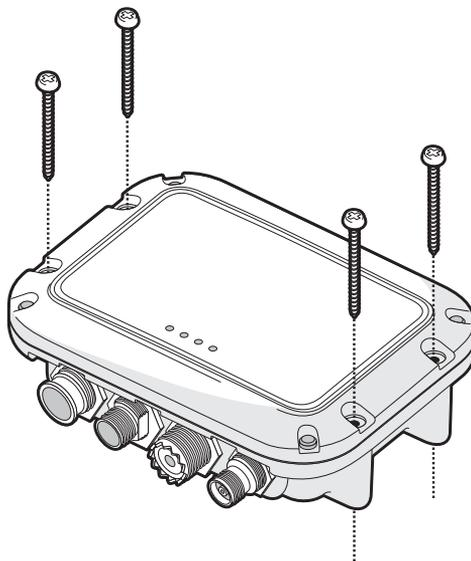

Ilustración 6 Montaje del Transceptor AIS
- El producto incluye cuatro tornillos autorroscantes para la fijación del Transceptor AIS a una superficie adecuada. Consulte la Ilustración 6 para obtener instrucciones.